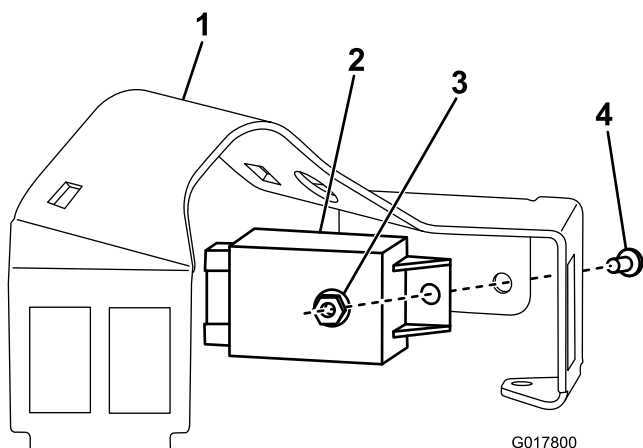

Figura 8
- 1. Monte el módulo del intermitente en el soporte de la columna con un tornillo (nº 10-24 x 1/2 pulgada) y una contratuerca (Figura 8).